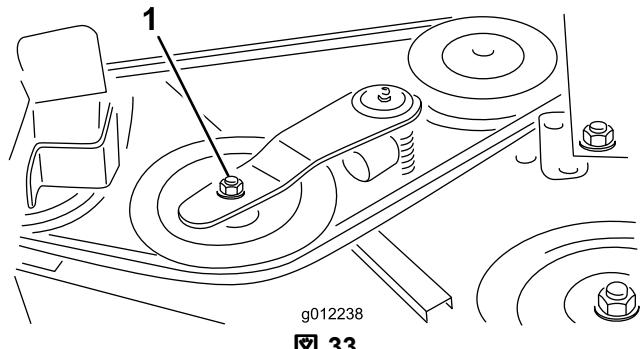
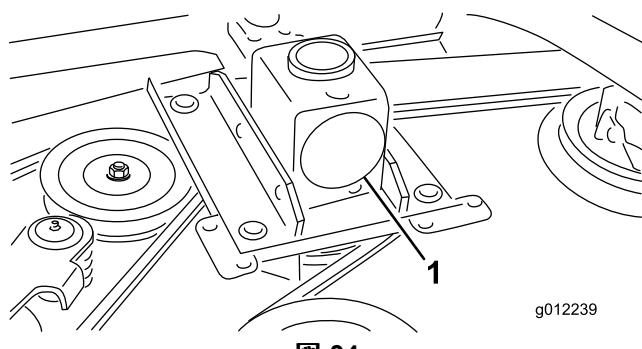

図 33
図 34
2. トルクレンチなどの工具を使ってアイドラプーリ 図 33 をベルトから引き離してベルトの張りをなくし、ベルトをギアボックスのブリ 図 34 から外す。